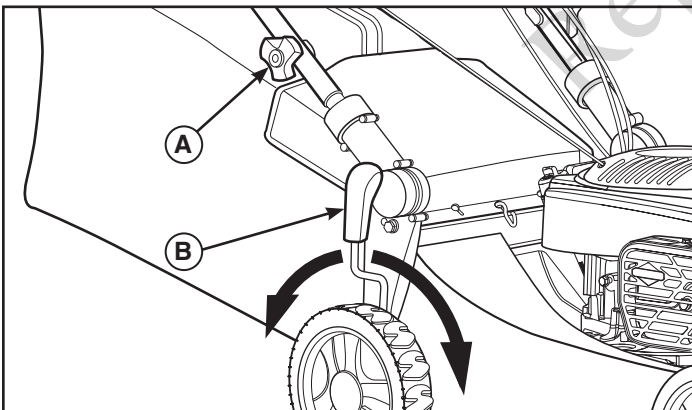

Fig. 8
1. Dra spaken (**B**, Fig. 8) bort från låsliken.